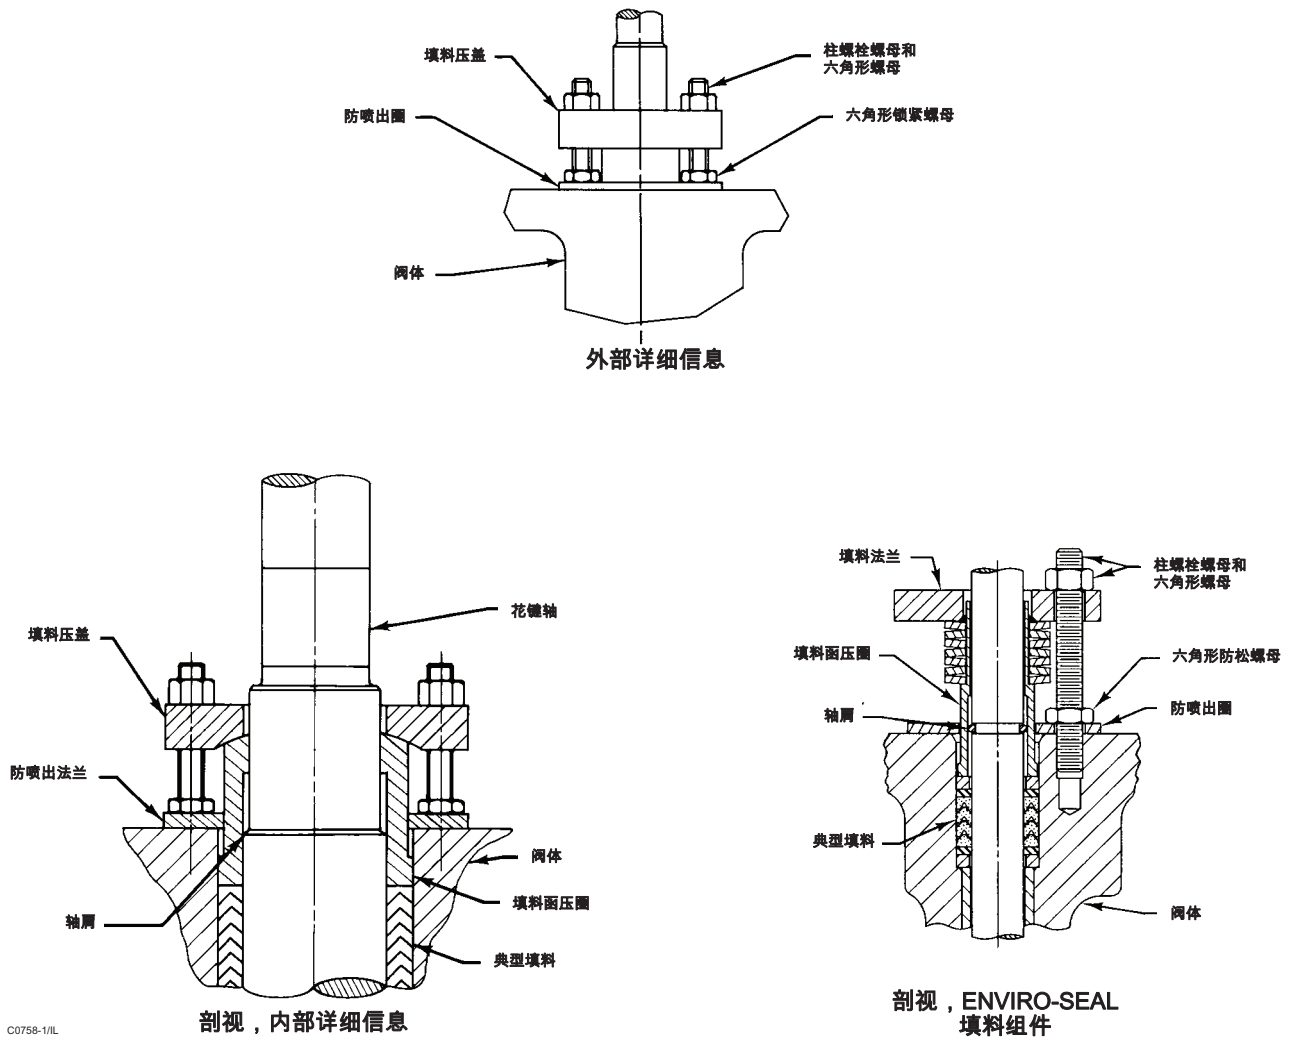

图7. 防喷设计详图
2. 拆下六角形锁紧螺母 (编号 17) 和防吹出法兰 (编号 10)。卸下填料法兰 (编号 12)。请参见图 7 以获取防吹出设计部件的详细信息。